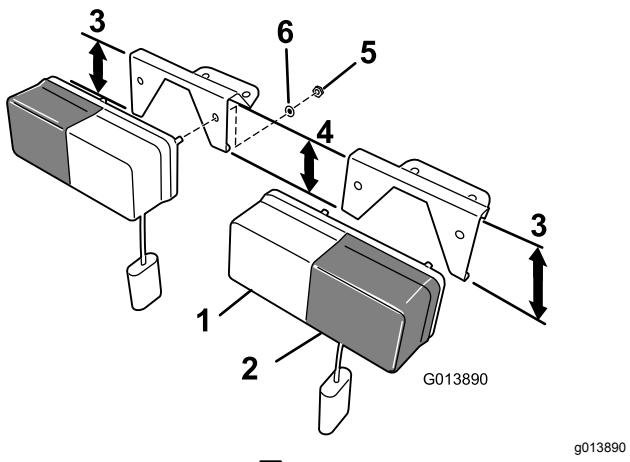

图4
- 使用先前卸下的紧固件将灯固定到支架上图4。
**注意** 确保将透明玻璃位置灯置于内侧琥珀色玻璃信号灯置于外侧图4。
**注意** 支架可通过面板的角度和面向外侧的较长支腿来区分图4。